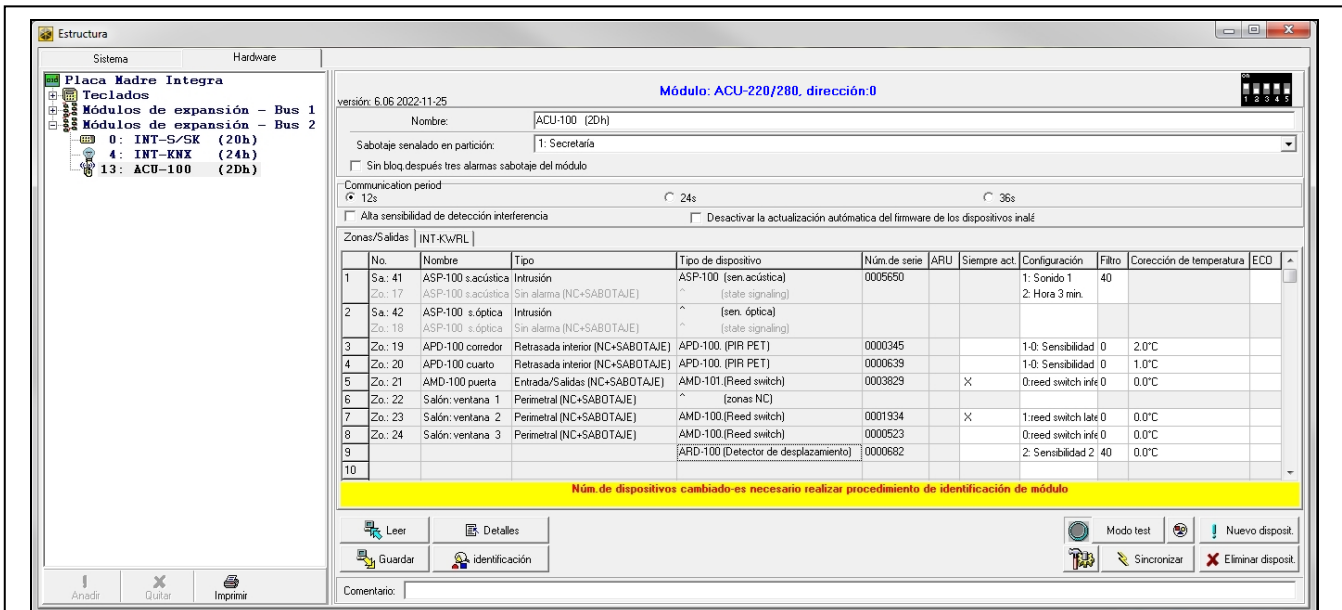

Fig. 23. Programa DLOADX: informaciones que aparecen tras registrar nuevo dispositivo inalámbrico en el controlador en el sistema INTEGRA.
10. Haz un clic en «Identificación» (fig. 23). Las nuevas zonas/salidas inalámbricas se encontrarán disponibles en el sistema de alarma no antes que al finalizar el procedimiento de identificación de los módulos de expansión.